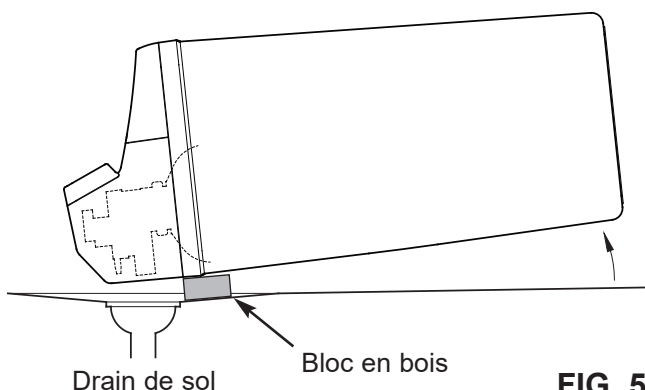

FIG. 51
6. Placez un bloc de 5 cm d'épaisseur près du drain de sol (consultez la figure 51).